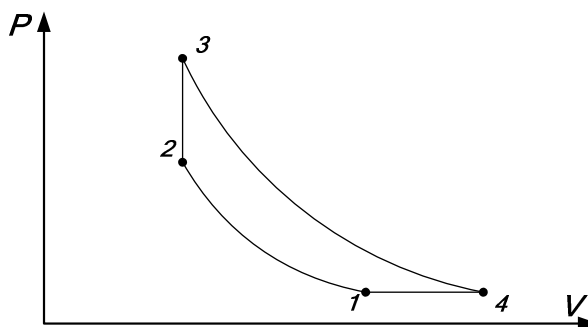

Рис.2
10. Укажите, в каких процессах (рис.2) осуществляется адиабатное сжатие рабочего тела и отвод тепла.